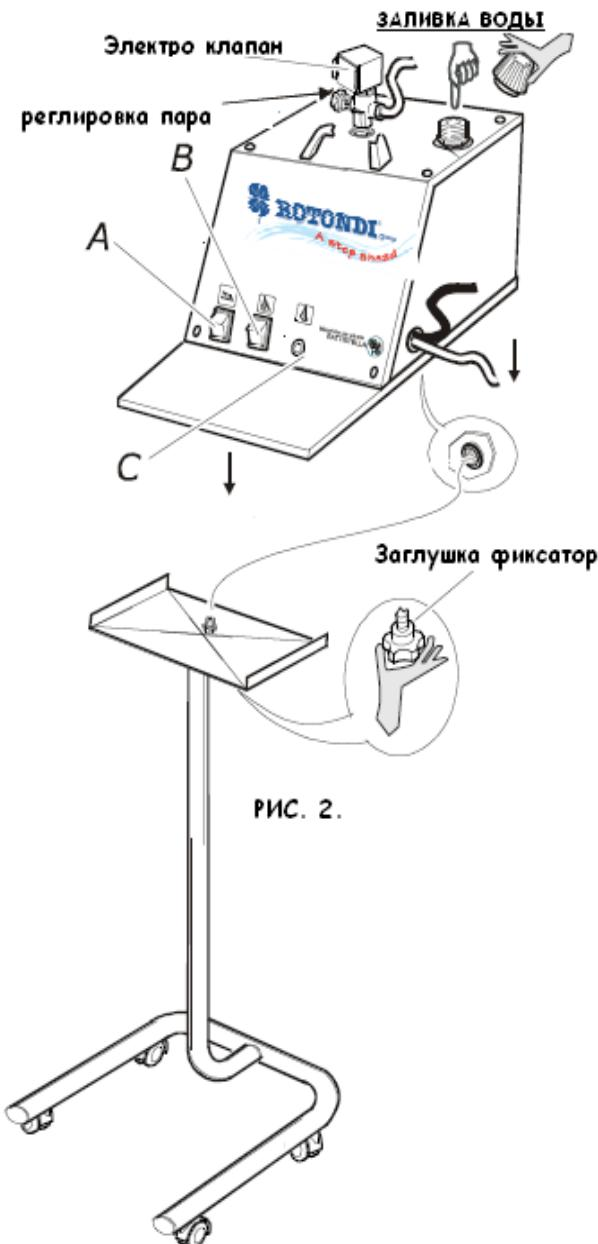
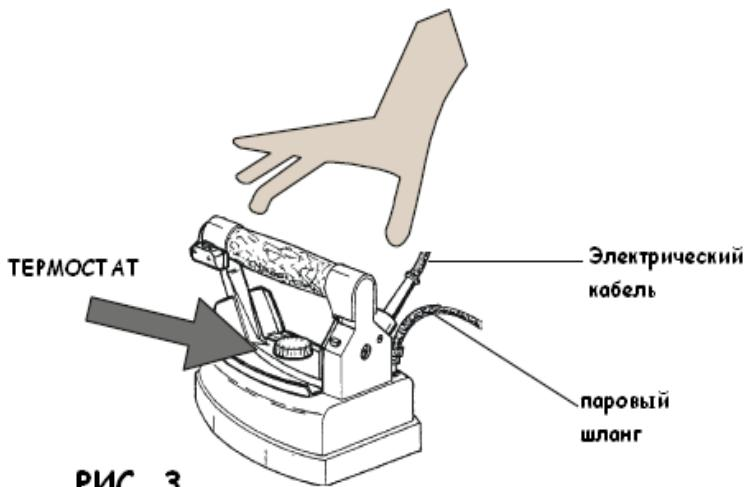
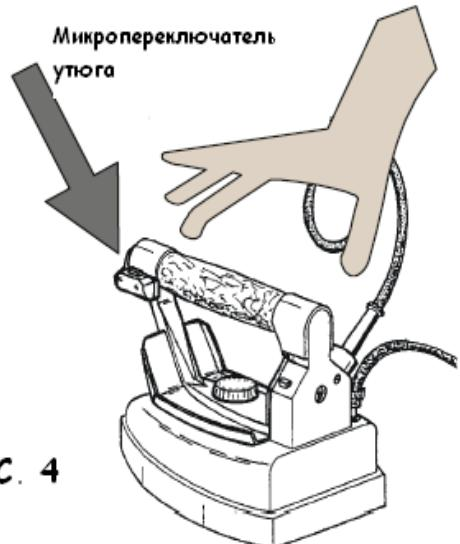

РИС. 2.
РИС. 3
РИС. 4
1. Открутите Аварийный клапан (рис.1) и заполните котёл водой (рис.2) на 2/3 объема бойлера. Далее обратно заверните аварийный клапан, но не слишком туго поскольку прокладка может повредиться.
3. Включите бойлер (рис.2 В) и утюг (рис.2А), установите термостат утюга(рис.3) в положение «Cotton» (Хлопок).
4. Подождите до тех пор пока лампа работы котла не выключится (рис.2 С)
5. Нажмите 3-4 раза на красную кнопку микропереключателя на утюге (рис.4), так что пар начал выходить: данная операция должна осуществляться для разогрева труб внутри утюга. Таким образом вы предотвращаете возникновение мелких капель конденсата внутри утюга. Регулировка пара обеспечивается поворотом по часовой или против вентиля электроклапана(рис.2).
1. переместите утюг на одежду, нажав микропереключатель для пара на утюге (рис.4). А для наилучшего результата, переключите термостат утюга в положение
4. Для сухой глажки (см. рис. 3) утюг можно отрегулировать в различные положения при помощи термостата. Для глажки с паром устанавливайте термостат в положение “cotton” или “linen”.
5. Если вы работаете на доске без функции «вакуумного отсоса», иногда могут образовываться круглые пятна конденсата. Что бы обойти эту проблему, положите войлок под рабочее место и отрегулируйте колесико электроклапана на минимум.(рис.2)
Для этого выключите питание парогенератора, и не много погодя выкрутите аварийный клапан(рис.1)на 360° ,затем ждите пока пар не выйдет полностью. Отвинтите клапан с осторожностью,и подождите несколько минут.Затем заполните котёл с водой на $2/3$ объема.(рис.2) Закрутите аварийный клапан и ждите пока лампочка бойлера не потухнет.(рис.2 С) Теперь устройство снова готово к работе. Внимание! Парогенератор всегда должен быть в горизонтальной плоскости.